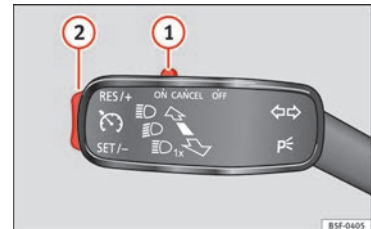

Abb. 47 Links von der Lenksäule: Schalter und Bedienelemente des GRA.
- Die GRA anschließen: den Schalter »» **Abb. 47 ①** in die Stellung **ON** schieben. Das System ist eingeschaltet. Da noch keine Geschwindigkeit gespeichert ist, erfolgt noch keine Regelung.
- GRA aktivieren: drücken Sie die Taste »» **Abb. 47 ②** im Bereich **SET/-**. Die aktuelle Geschwindigkeit wird gespeichert und geregelt.
- GRA vorübergehend abschalten: Schieben Sie den Schalter »» **Abb. 47 ①** bis **CANCEL** oder treten Sie auf die Bremse. Regelung wird vorübergehend abgeschaltet.
- GRA wieder einschalten: Drücken Sie die Taste »» **Abb. 47 ②** in **RES/+**. Die gespeicherte Geschwindigkeit wird erneut gespeichert und eingestellt.
- Gespeicherte Geschwindigkeit während GRA-Regelung erhöhen: Taste **②** in **RES/+** drü-
- Gespeicherte Geschwindigkeit während GRA-Regelung verringern: Taste **②** in **SET/-** drücken, um die Geschwindigkeit um 1 km/h (1 mph) zu verringern. Die Geschwindigkeit wird bis zum Erreichen der neu gespeicherten Geschwindigkeit reduziert.
- GRA abschalten: Schalter »» **Abb. 47 ①** auf **OFF** schieben. Das System wird abgeschaltet und die gespeicherte Geschwindigkeit gelöscht.